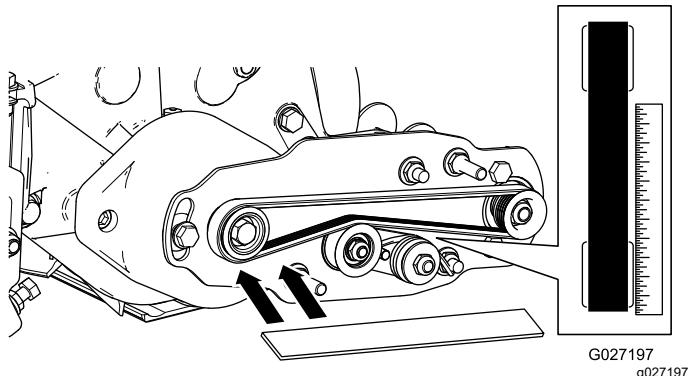

Figure 23
1. Placez une règle de vérification le long de la face extérieure de la poulie d' entraînement (Figure 23).